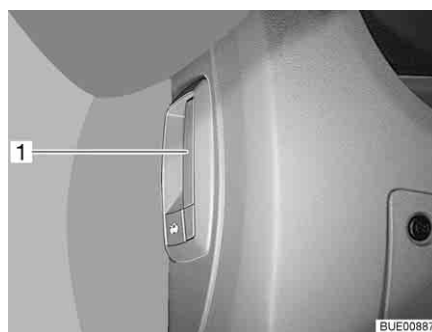

Bild 41 Låsspak motorhuv (inne i fordonet)
- Dra i spaken (Bild 41,1) under till vänster eller vid sidan om instrumentbrädan.